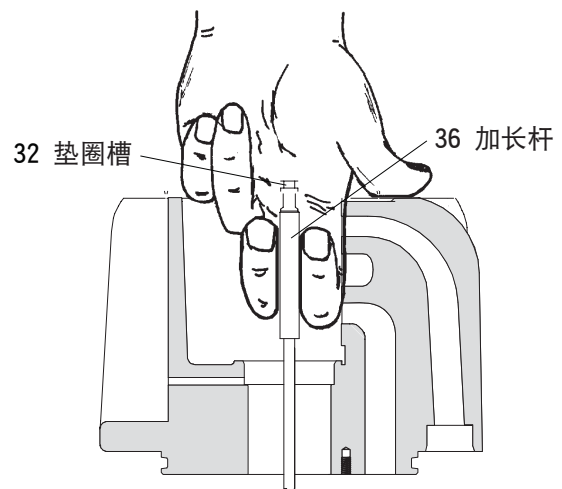

图 9
23. 将垫圈 (40) 滑过加长杆 (36)。
24. 向上拉起加长杆 (36), 并用两只手指握住 (如下图9所示)。